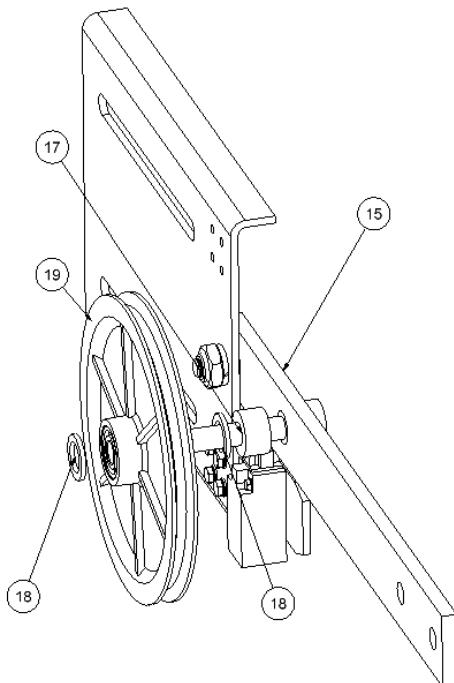

Figura 3
Introducir otro anillo de nylon (18). *Figura 3*